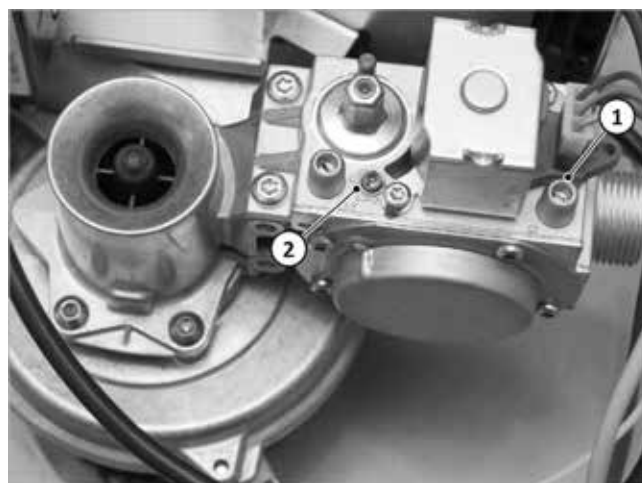

Fig. 97: Ajuste del quemador
- Para comprobar la presión dinámica del gas con el quemador en marcha se debe utilizar la conexión de medición ➔ fig. 97 (1).